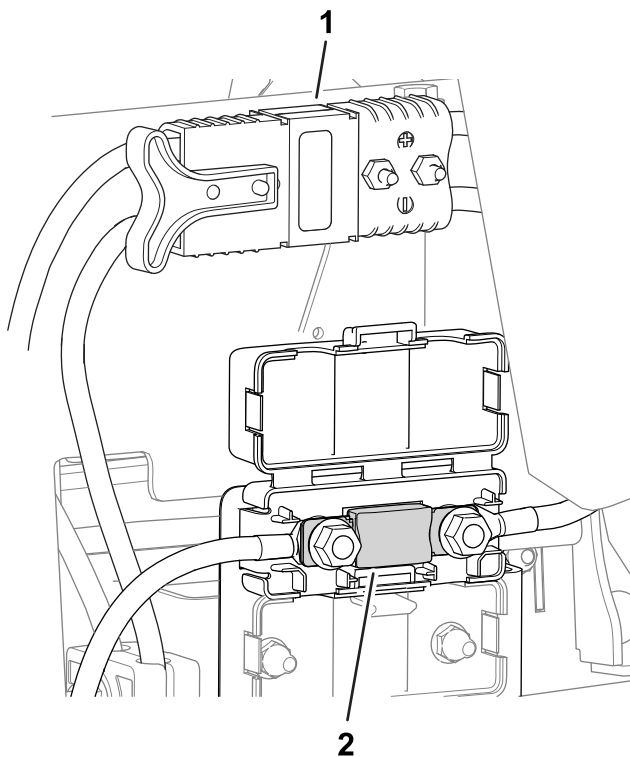

Bild 53
- Die Sicherung für das elektrische System befindet sich unter den Hauptstromanschlüssen (Bild 53).